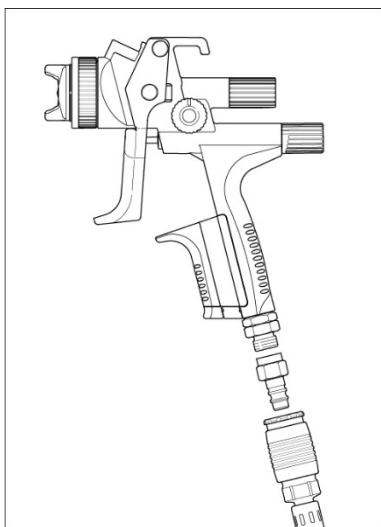

рис. 3
6. Накрутите ниппель быстроразъёмного соединения (не входит в комплект поставки) на входной воздушный фитинг (рис. 3).
7. Подсоедините шланг для сжатого воздуха (рис. 3).